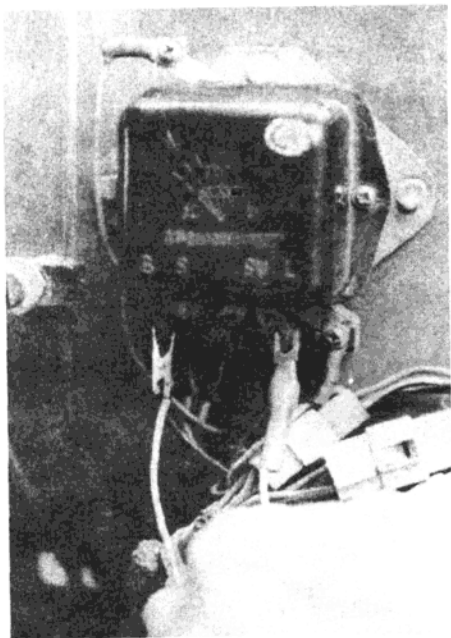
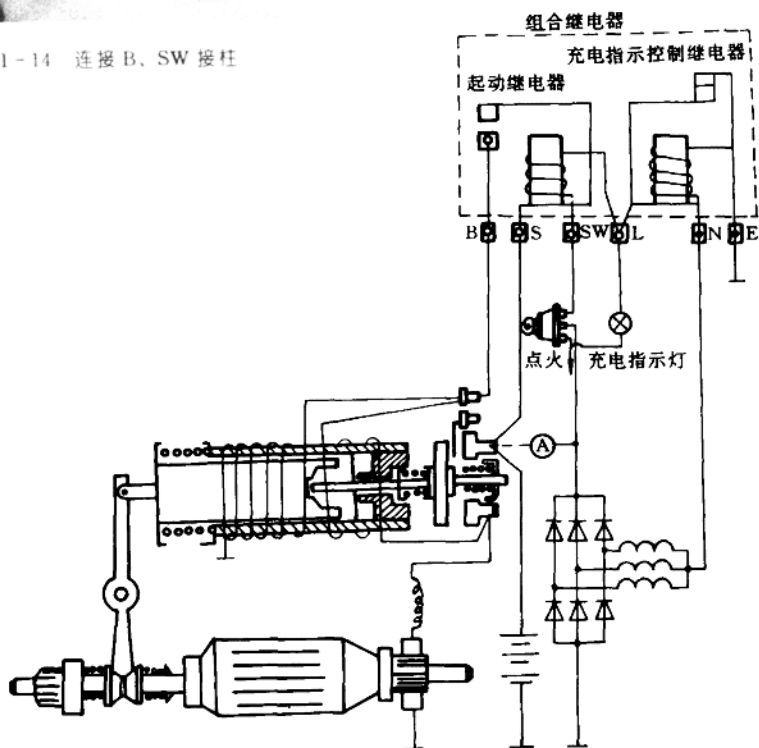

图 1-1-14 连接 B、SW 接柱
图 1-1-15 组合继电器电路
(2) 用起子搭接起动机的火线与开关两接柱后，如起动机能转动，说明故障在起动机的外电路。这时，对于解放 CA1091 型汽车来说，可用起子或导线连接组合继电器上的 B 和 SW 接柱，如图 1-1-14 所示，组合继电器的线路连接如图 1-1-15。